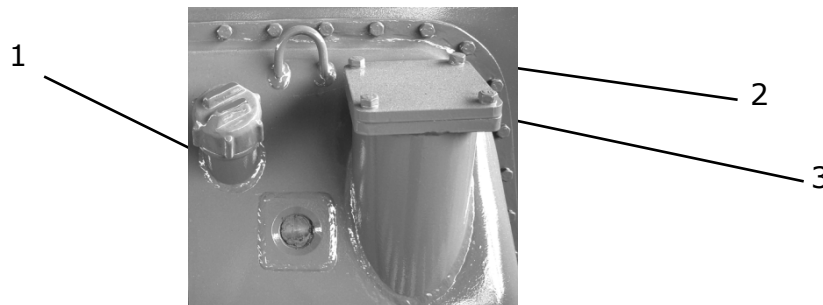

FIGURA 5-28
- b. Após a drenagem, instale e aperte o plugue (1) e abasteça com óleo, na quantidade prescrita, através do respectivo plugue de abastecimento (2).
- a. Coloque a lâmina horizontalmente no solo. Com o motor parado, movimente a alavanca de controle do motor para a frente, para trás, à direita e à esquerda, e lentamente gire a tampa de abastecimento de óleo (1) para retirar o ar. Em seguida remova a tampa (Figura 5-28).
- c. Remova os parafusos (2) e a tampa (3), limpe as peças removidas e substitua o filtro (Figura 5-28).